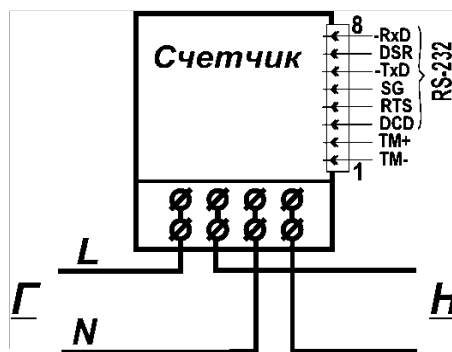

Рисунок 2 – Схема подключения счетчика
4.1 Включение счетчика в сеть должен производить квалифицированный электромонтер согласно схеме, имеющейся на клеммной крышке (см. рисунок 2).